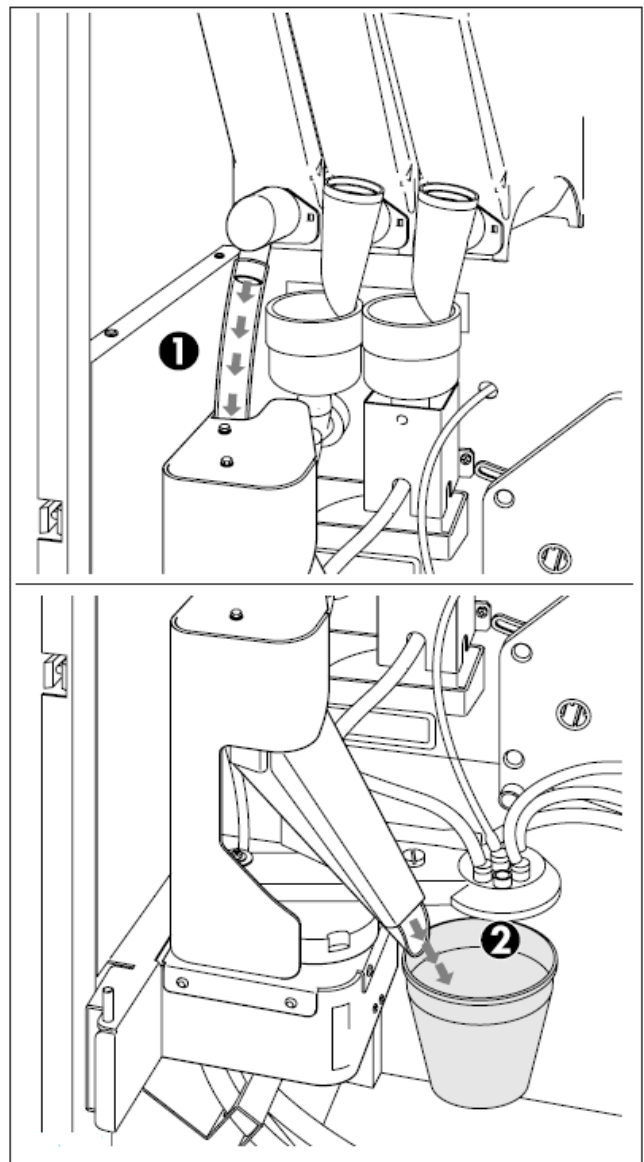

Рис. 2.2
- редукторный двигатель активирует шнек контейнера для сахара, подавая нужное количество в продуктовой спускной желоб (Рис.2.2)